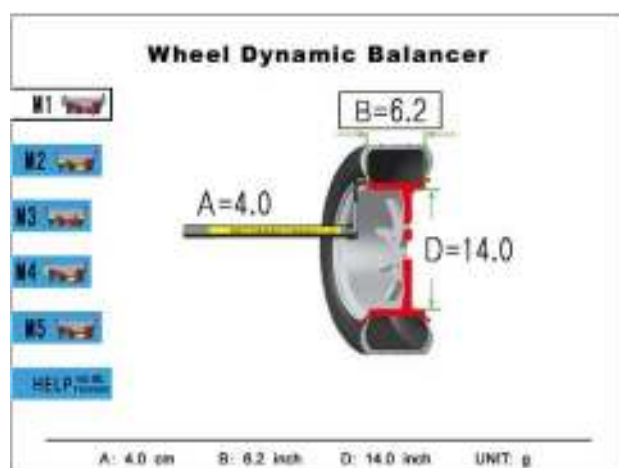

Figure 7-3
7.2.3.2 Нажмите кнопку “B”, затем нажмите номерную кнопку и введите параметр ширины; нажмите “B” для подтверждения, “B=” это параметр ввода, ограниченный границами диска. После ввода всех параметров на дисплее будет изображение, как на рис. 7-3.